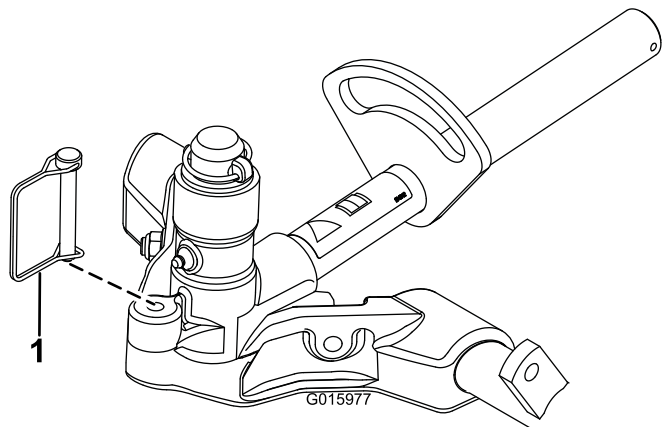

Figura 15
11. Para bloquear (inmovilizar) la dirección de las unidades de corte, sujete la horquilla de pivote al bastidor de tiro con el pasador de alambre (Figura 15).